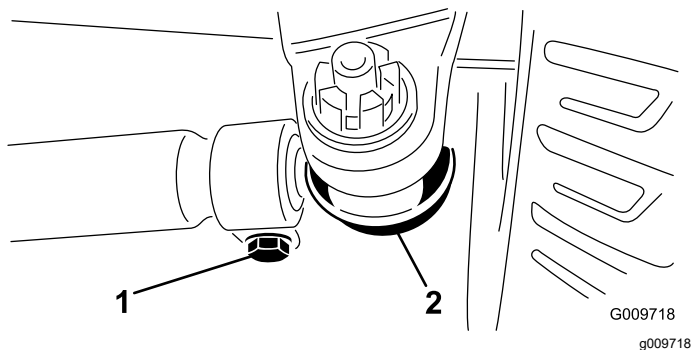

图 70
2. 要进行调节应从任一横拉杆球窝接头卸除开口销和螺母 (图 70)。从轴箱支架中拆除横拉杆球窝接头。
3. 拧松横拉杆两端的夹具 (图 70)。